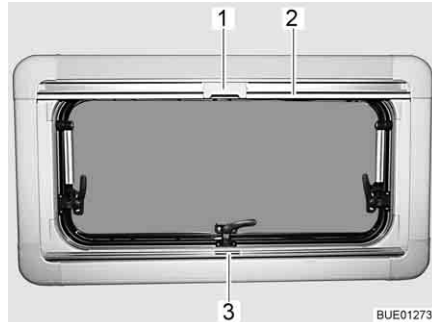

Bild 73 Ausstellfenster
- Faltverdunklung in der Mitte der Griffleiste (Bild 73,3) fassen, von unten nach oben ziehen und auf der gewünschten Höhe loslassen. Die Faltverdunklung bleibt in dieser Höhe stehen.
- Insektenschutzrollo an der Griffleiste (Bild 73,2) nach unten ziehen, bis es an der Griffleiste der Faltverdunklung (Bild 73,3) anstößt.
- Raste (Bild 73,1) am Insektenschutzrollo mit der Griffleiste der Faltverdunklung verriegeln.
- Raste (Bild 73,1) am Insektenschutzrollo oben nach hinten drücken.
- Insektenschutzrollo an der Griffleiste (Bild 73,2) langsam zurückführen.